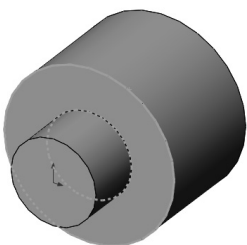

图 3-17 选择要转换实体的两个圆
- [4] 按住 Ctrl 键, 选择要转换实体的两个圆, 如图 3-17 所示。